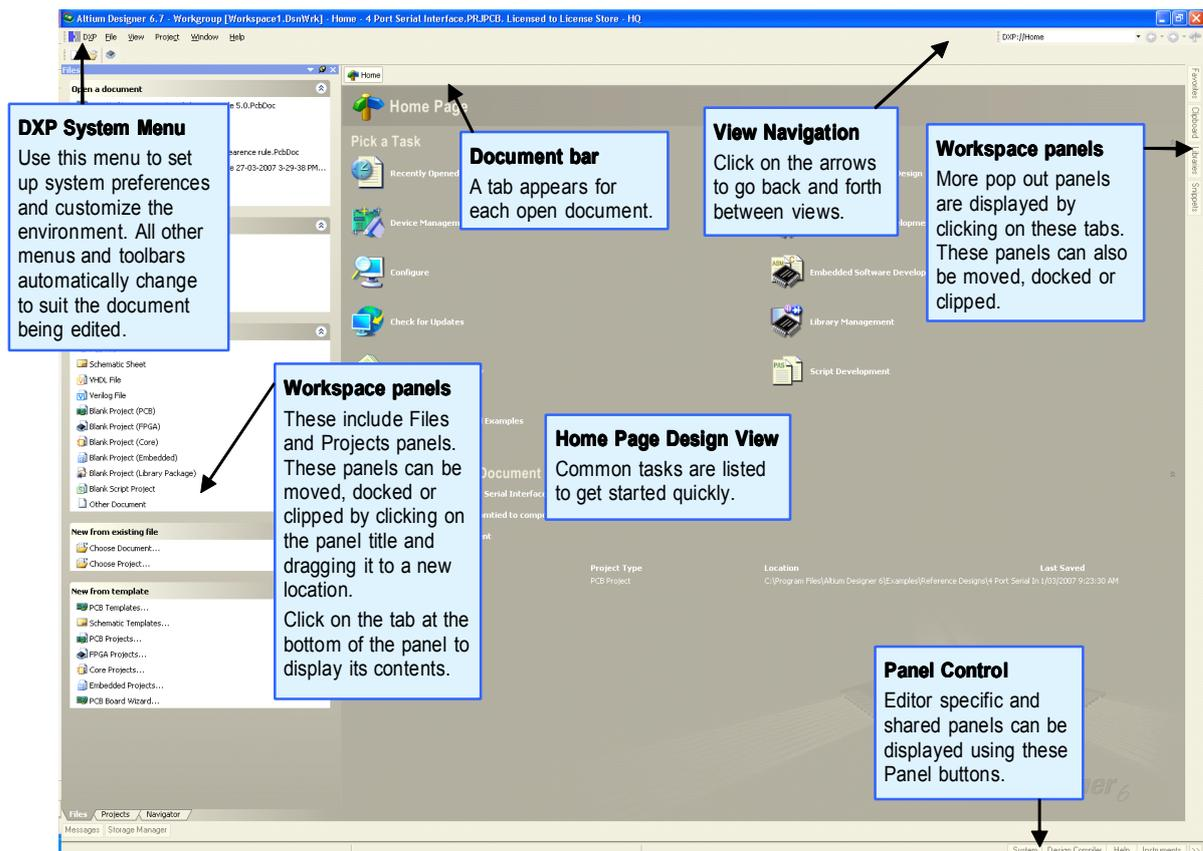

Figure7. Altium Designer, DXP Home Page 已打开.
- Altium Designer 主要文档编辑区域，如图 7 右边所示。